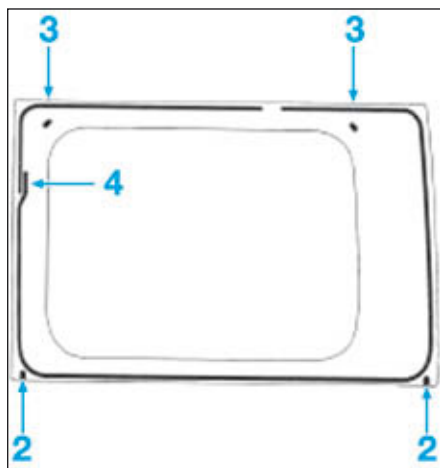

FIG.5
- Installer les deux cales sécables (2) sur le panneau d'aile (Fig.5).
- Coller les deux cales adhésives (3) sur la feuillure de panneau d'aile.
- Respecter l'emplacement du raccord (4) du cordon de colle.
- Placer la vitre en butée contre les cales (2).